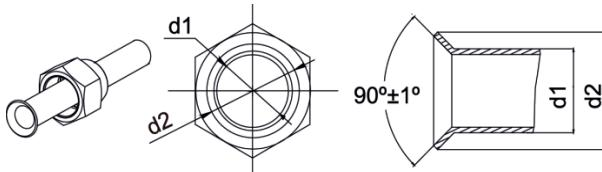

Рис. 8
4. Развальцовка должна быть выполнена равномерно, на развальцованных участках не должно быть трещин (см. рис. 8).